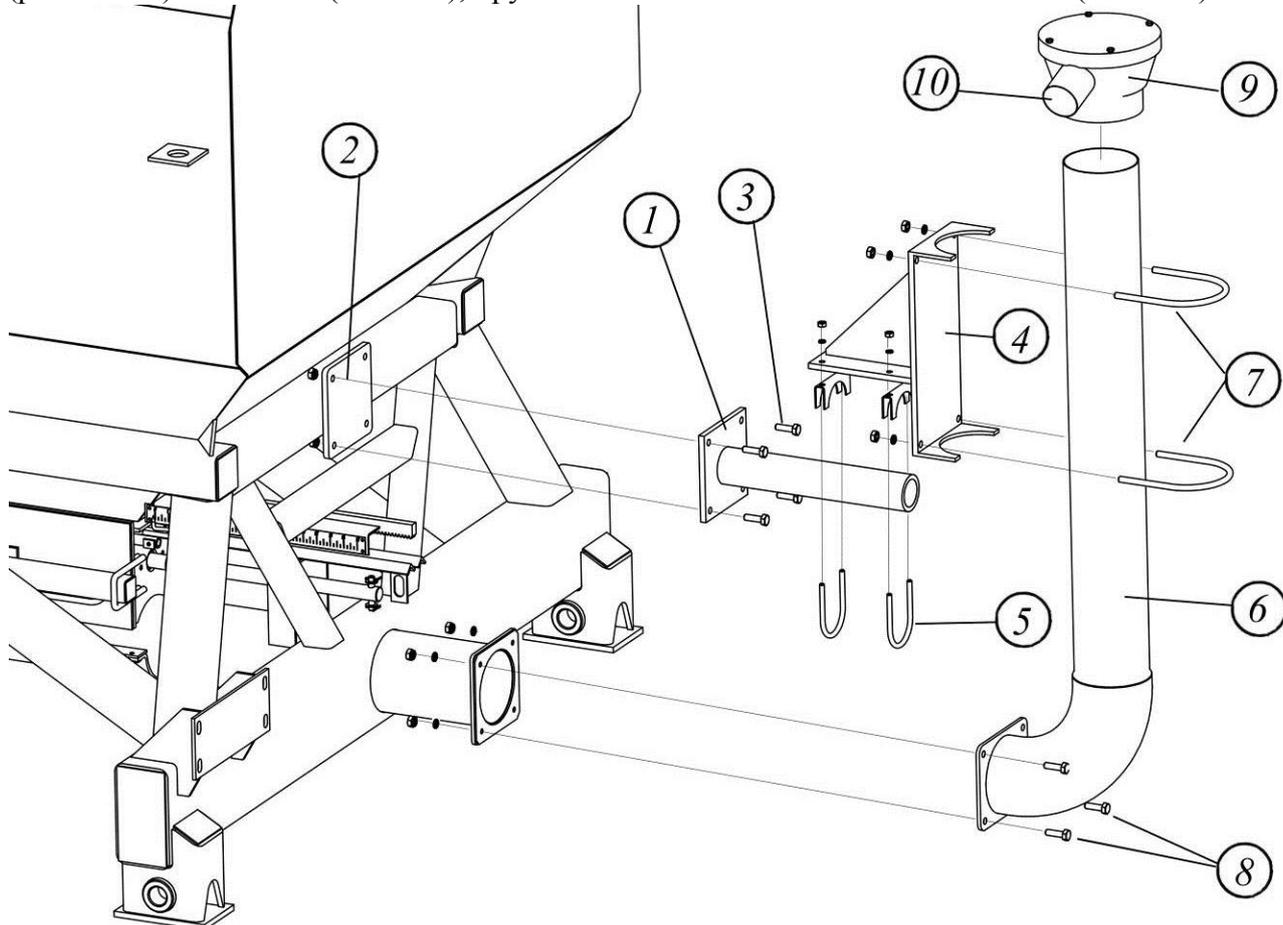

Рис. 4.10.1. Сборка первичного коллектора
4.10.1. Закрепите стойку распределителя 1 на установочную пластину 2 на задней стенке бункера (рис. 4.10.1) болтами 3 (M10x40), пружинными шайбами Ø10 и гайками M10 (по 4 шт.).